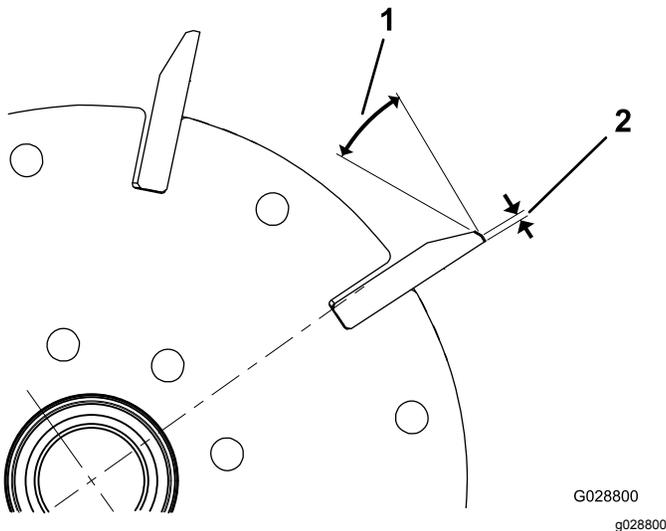

图64
1. 对所有滚刀棱面进行 30° 铲磨直至棱面宽度达到 1.3mm 图64。